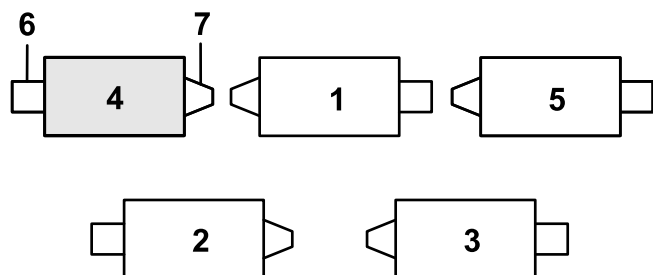

**Bild 4**
3. Stellen Sie sicher, dass das Gegengewicht (Bild 4) am richtigen Ende des Mähwerks montiert ist, wie in der *Bedienungsanleitung* des Mähwerks beschrieben.